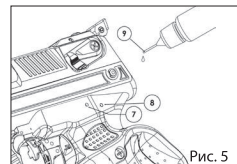

Рис. 5
- 25 После каждых 150 выстрелов смажьте спусковой механизм, закапав несколько капель масла с помощью накопичника маслянки № 9 (рис.5) через отверстия № 7 и № 8. Если закончилось масло, Вы можете использовать маловязкое, жидкое антикоррозийное масло со смазочными свойствами, которое применяется в пневматических системах. Категорически запрещается использовать столовые масла и густые, нежидкие смазочные масла.